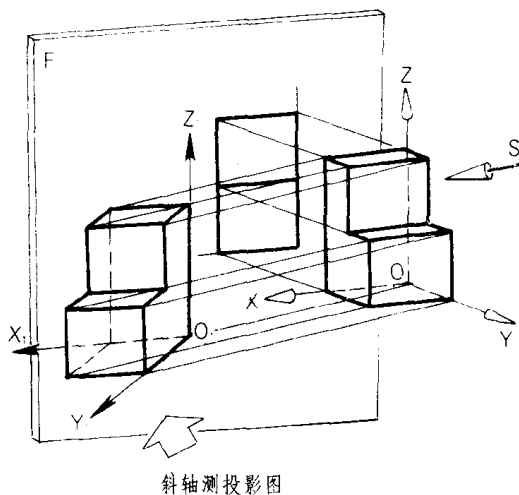

图8 斜轴测投影图
2. 投影方向S与轴测投影面F倾斜, 为了便于作图, 一般取F面平行于XOZ坐标面, 如图8所示, 这种方法所得到的投影图称为斜轴测投影图, 简称斜轴测图。